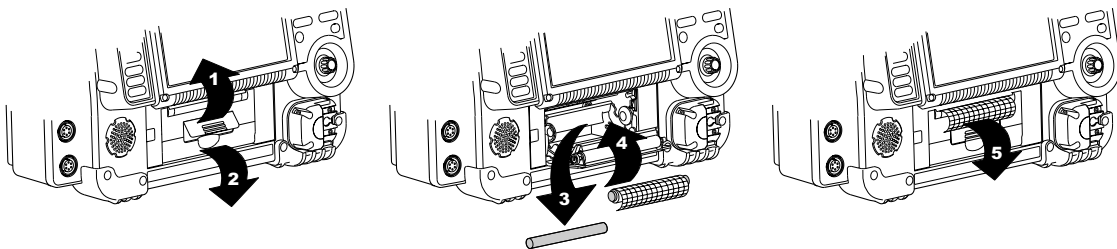

Figura 9-1 Caricamento della carta
1. Sollevare il fermo dello sportello della stampante per aprire lo sportello (vedere la Figura 9-1).